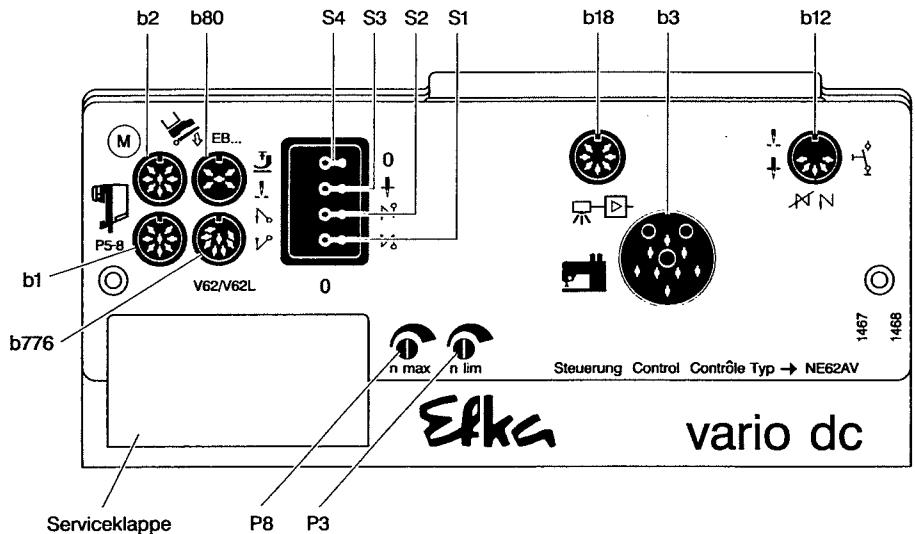

Bild 1
**Außerhalb der Serviceklappe** (Siehe Bild 1 Seite 7)